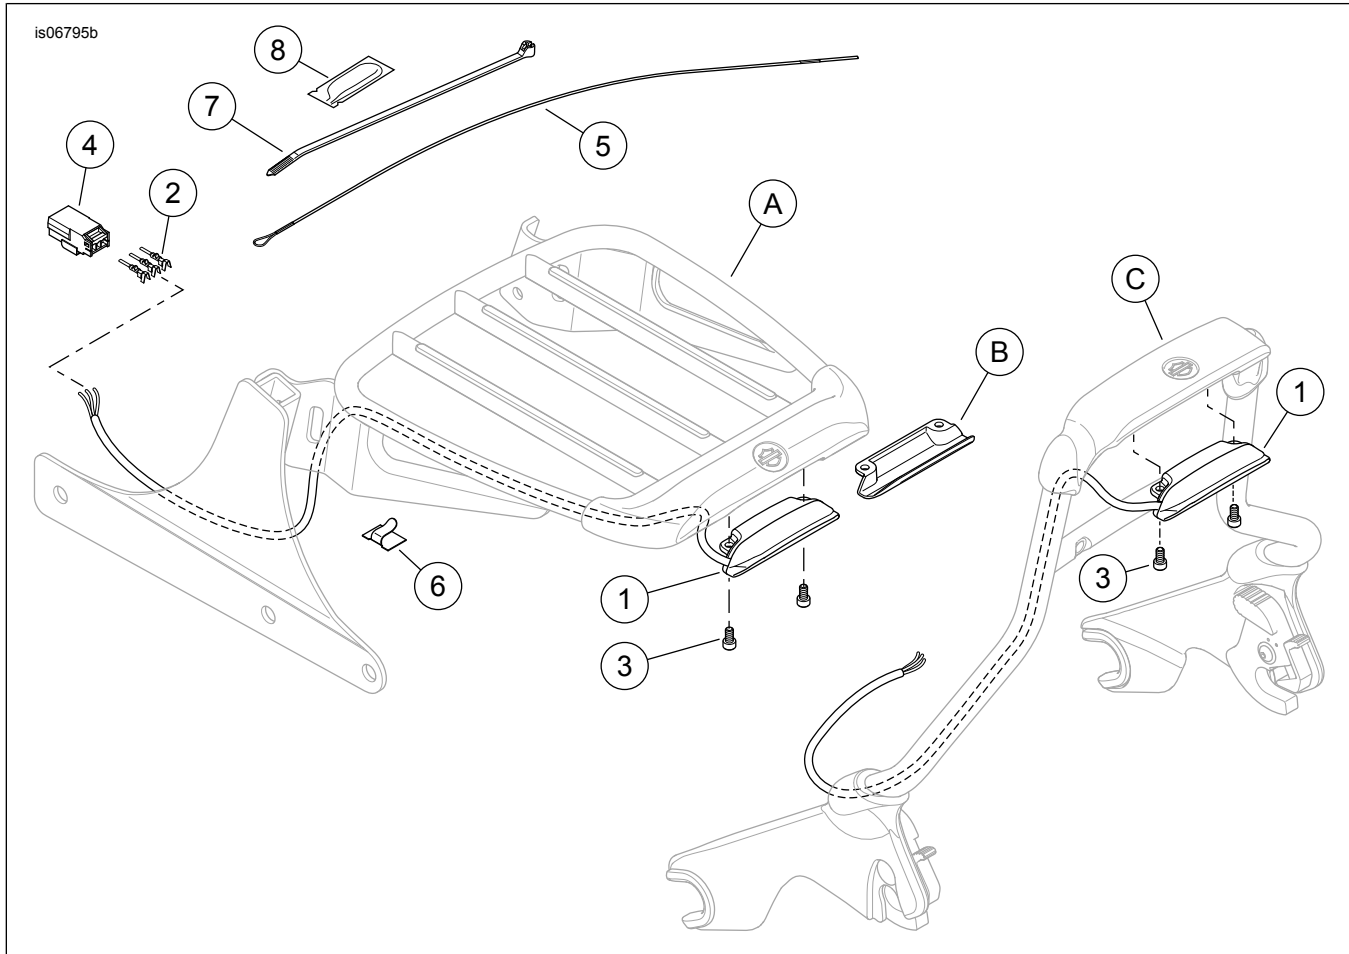

Figura 5. Parti di ricambio: Kit luce portabagagli Air Foil
Vedere Figura 5 e Tabella 1.
2. Vedere Figura 5. **Per i modelli Sportster, Dyna o Softail:** Se è già installato, rimuovere il portabagagli (A) dal veicolo. Collocare il portabagagli capovolto sulla superficie di lavoro. **Per il modello Touring:** Se è già installata, rimuovere l'alzata dello schienalino (C) dal veicolo. Collocare la faccia verticale in posizione capovolta sulla superficie di lavoro.
3. **TUTTI i modelli:** Rimuovere l'inserito luci (B) e due viti (3).
5. **TUTTI i modelli:** Inserire l'estremità con il cappio del filo guida a monofilamento in nylon (5) nel foro inferiore della guida sinistra, estraendolo dal foro superiore della parte posteriore della guida. Mantenere l'estremità destra del filo guida all'esterno del foro inferiore.
9. Installare il gruppo luce (1) sulla parte posteriore del portabagagli o dell'alzata. Fissare con due viti (3).
- d. Disporre i fili del gruppo della luce lungo la guida del telaio verso il connettore a tre vie. Fissare i fili del gruppo delle luci al veicolo con i fermi autoadesivi (6) (vedere Figura 5).
- g. Montare l'alzata dello schienalino sui punti di ancoraggio del veicolo, seguendo le istruzioni fornite in **quel** kit. Fissare i fili del gruppo delle luci al veicolo con i fermi autoadesivi (6) (vedere Figura 5).
3. Vedere Figura 5. Vedere il manuale di manutenzione per giuntare i terminali maschio (2) ai tre fili del cablaggio del gruppo delle luci.
4. Inserire i fili e i terminali dal cablaggio del gruppo delle luci nella parte maschio (4) presa dal kit:
5. Applicare il contenuto del pacchetto di grasso dielettrico (8) ai terminali del connettore del cablaggio della luce e della prolunga.
7. Fissare il cablaggio della prolunga al veicolo con le fascette fermacavi (7).